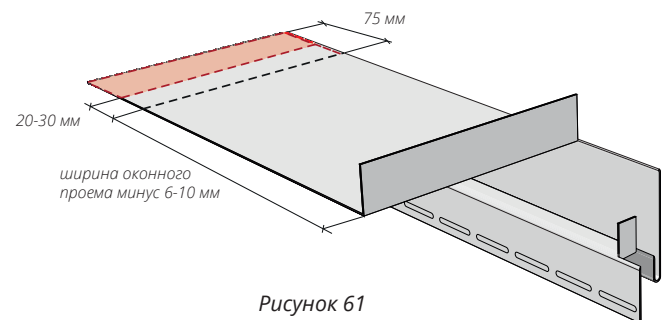

Рисунок 61
15.9 Подрезы и загибы верхней приоконной планки с противоположной стороны делаются аналогично. Измерьте ширину оконного проема. Отнимите из этого расстояния 6-10 мм. Нанесите разметку согласно Рис. 61 сделайте подрезы и загибы.